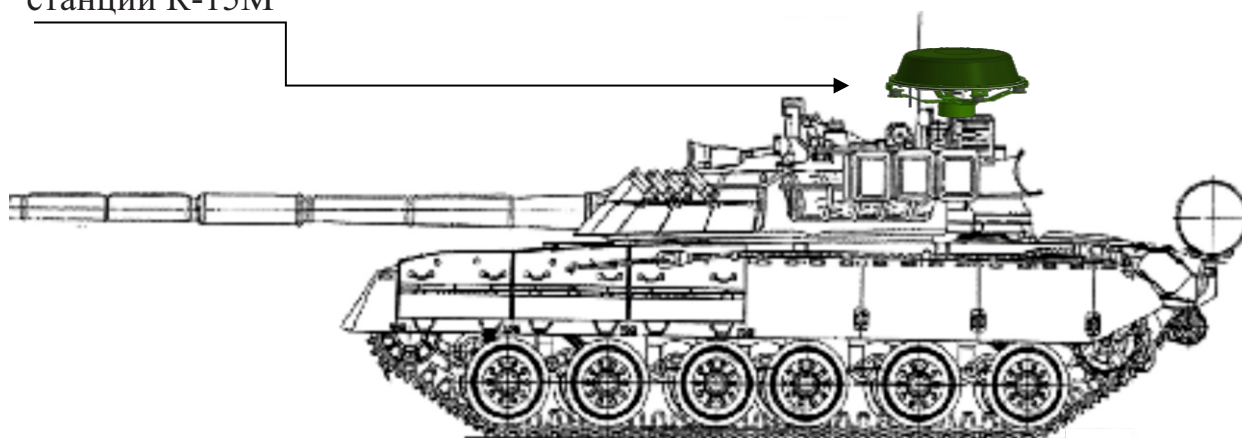

рисунок 3
- на корпусных элементах самоходной боевой техники используется сварка (рисунок 3).